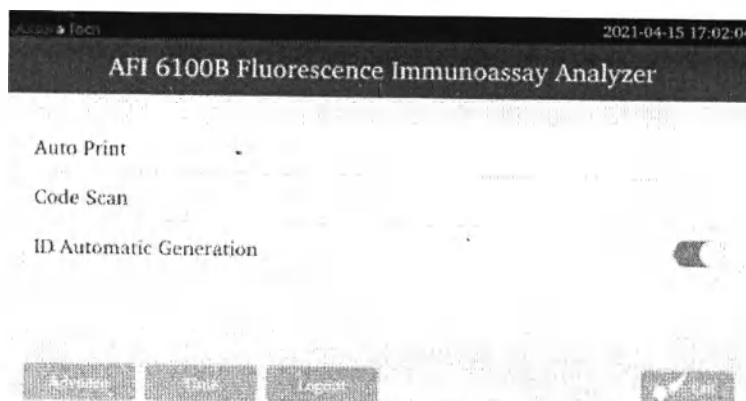

Рис. 17 Настройка функций устройства
Нажмите «Настройка функций устройства», чтобы войти в следующее меню, как показано на Рис. 17. Чтобы выбрать элемент настроек, нажмите на  после соответствующего элемента.
- 2) Активируйте «Сканирование кода» (Code Scan) и выключите «Автоматическое создание идентификационного номера» (ID Automatic Generation) в настройках анализатора (см. рис. 17).